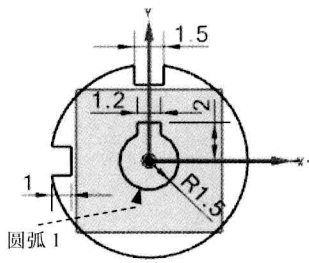

图 2.13.18 半径标注 (一)
(1) 选择下拉菜单 **插入(I)** → **尺寸(D)** → **半径(R)** 命令，标注圆弧 1 (图 2.13.18)，半径尺寸值为 1.5。